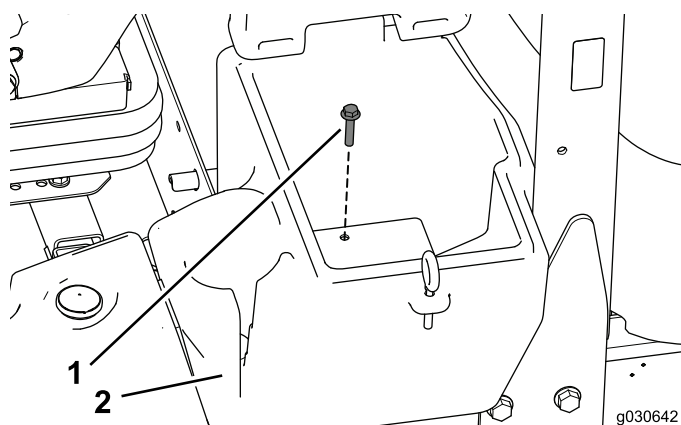

Рисунок 1
1. Выверните и сохраните болт крепления отделения для хранения, расположенный с левой стороны машины (**Рисунок 1**).